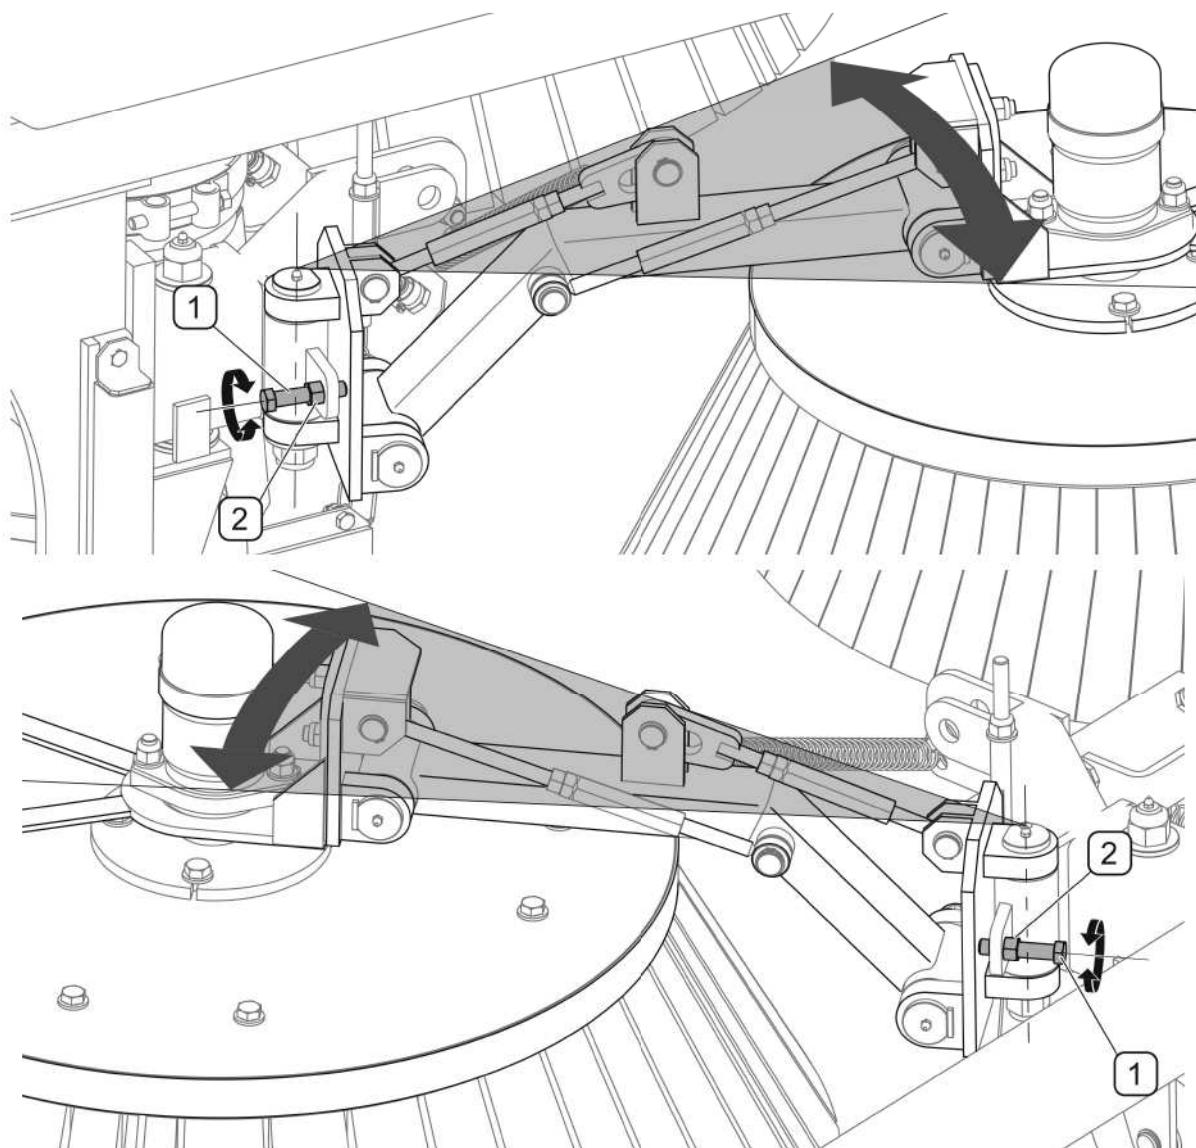

РИСУНОК 5.11А Регулирование бокового сдвига щеток
(1)- ограничительные болты; (2)- контргайки;
В ходе работы щетки отклоняются наружу от оси машины (РИСУНОК 5.11А), а при подъеме подметающего механизма пружинные натяжители перемещают щетки к центру машины. Диапазон горизонтального перемещения щеток ограничивают болты (2). Правую и левую щетки можно устанавливать произвольно в зависимости от требуемой ширины уборки.
С целью регулирования бокового сдвига щеток (РИСУНОК 5.11А) необходимо: